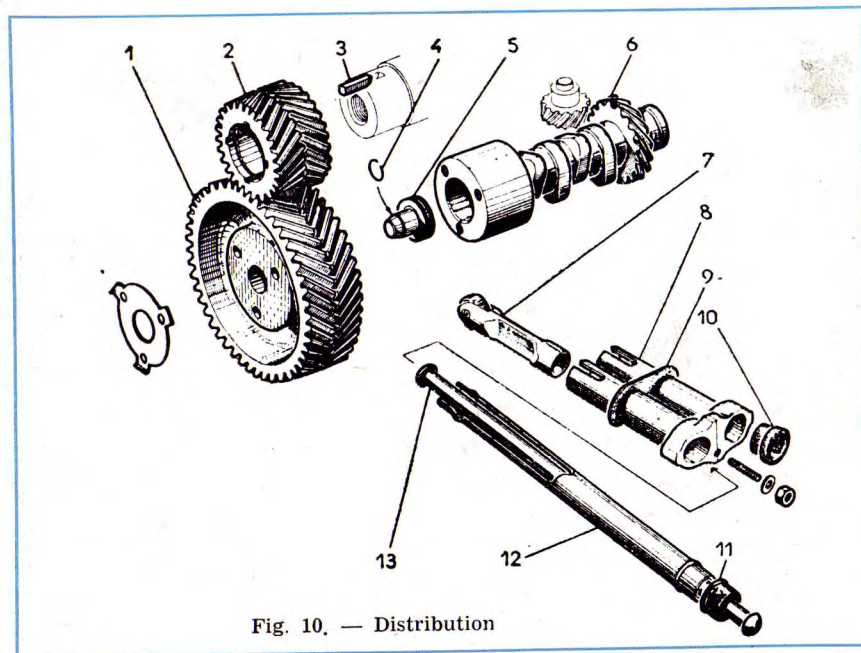

Fig. 10. — Distribution
Monter les joints (10 et 11) (fig. 10) à la pâte à joints.
Faire tourner le pignon, jusqu'à ce qu'une de ses quatre rainures intérieures soit dans l'alignement de la clavette (3) (fig. 10). Quand une de ses dents tombe rigoureusement entre deux dents de la roue (on peut utiliser un mandrin pour centrer le pignon de distribution), repérer avec un pointeau.
Vérifier l'état du piston (5) (fig. 10) de commande de mano-contact, ainsi que les autres pièces.